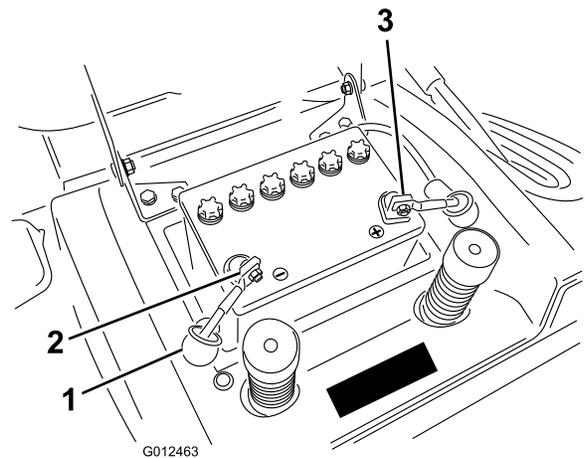

Figura 31
7. Desconecte el cable negativo de tierra (negro) del borne de la batería (Figura 31).
9. Desconecte el cable positivo (rojo) del borne de la batería (Figura 31).
1. Coloque la batería en el chasis con los bornes hacia la parte trasera de la máquina (Figura 31).
3. Usando el perno y la tuerca de mariposa, conecte el cable positivo (rojo) al borne positivo (+) de la batería (Figura 31). Deslice la cubierta de goma sobre el borne de la batería.
4. Usando el perno y la tuerca de mariposa, conecte el cable negativo (negro) al borne negativo (-) de la batería (Figura 31). Deslice la cubierta de goma sobre el borne de la batería.